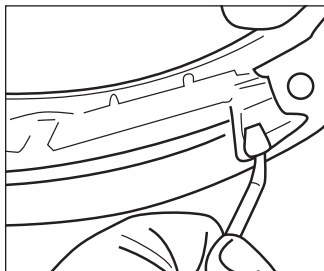

Figure 25
2. Insérez soigneusement le fil de l'ensemble des piles dans le port de l'ensemble de lumières à DEL (figure 25).